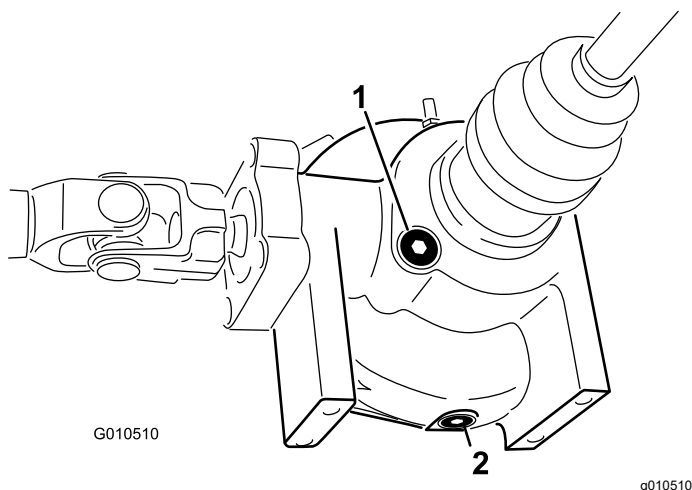

Figura 53
2. Pulite la zona attorno al tappo di spurgo sul lato del differenziale (Figura 53).